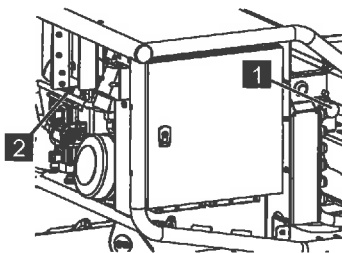

Abb. 189
- Nach dem Servicebetrieb das Ventil [LS] (Abb.189/2) komplett heraus drehen und das Ventil [Stütze, Kette] (Abb.189/1) gegen den Uhrzeigersinn entriegeln und die Abdeckhauben wieder anschrauben.